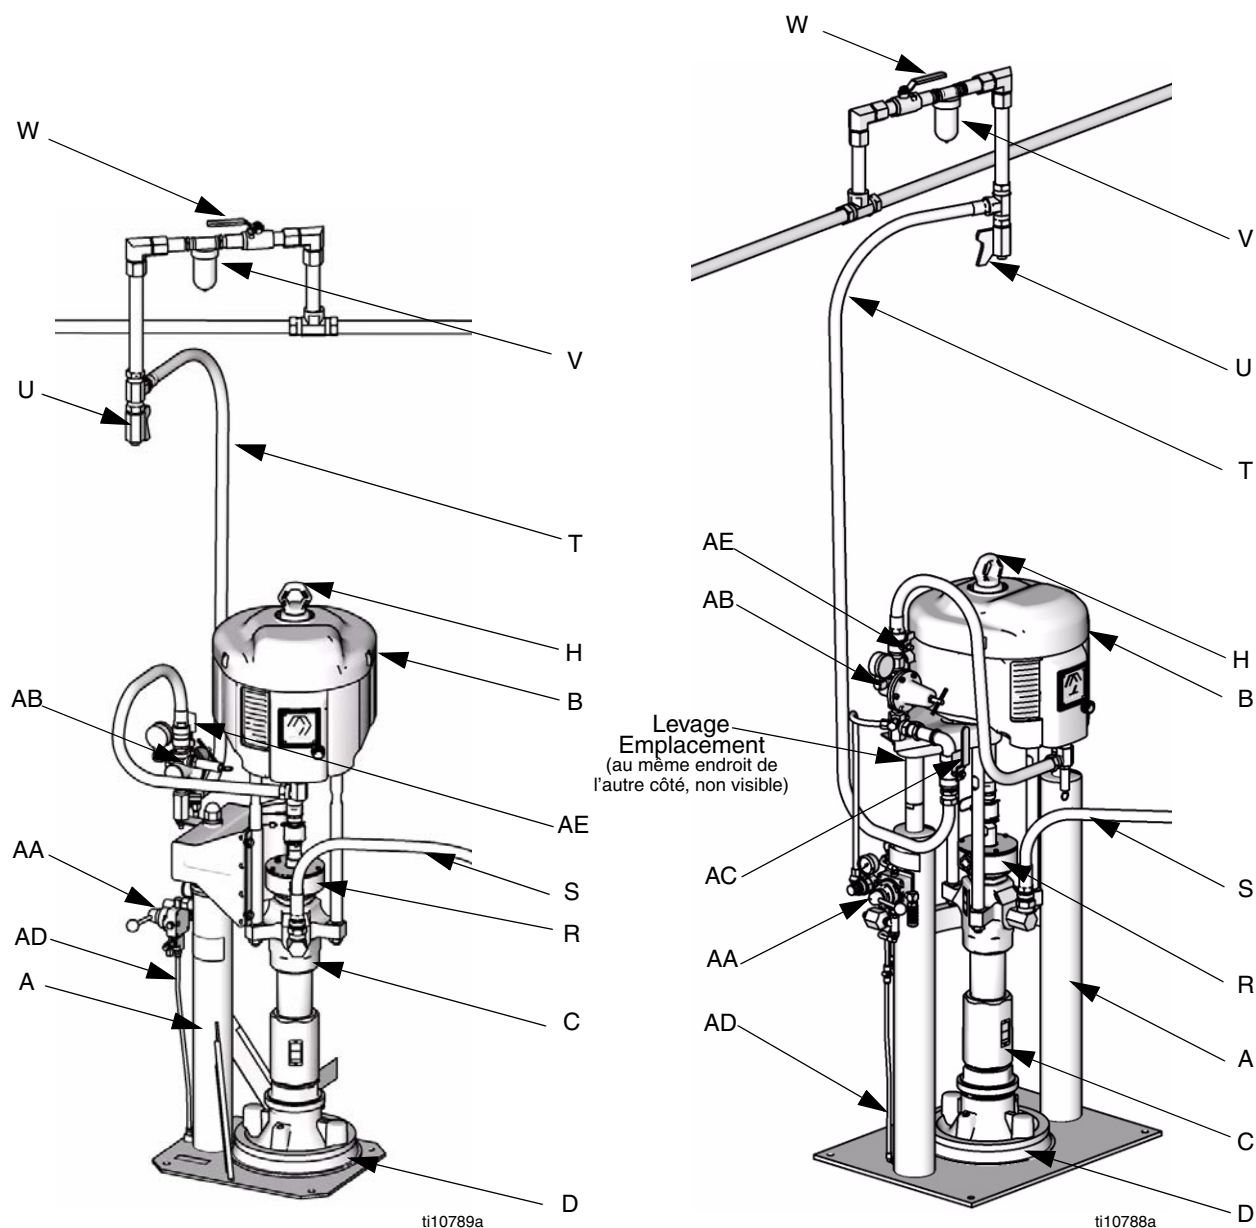
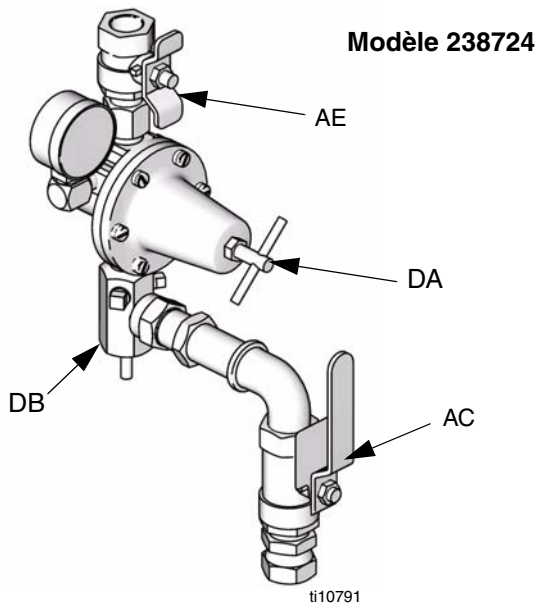
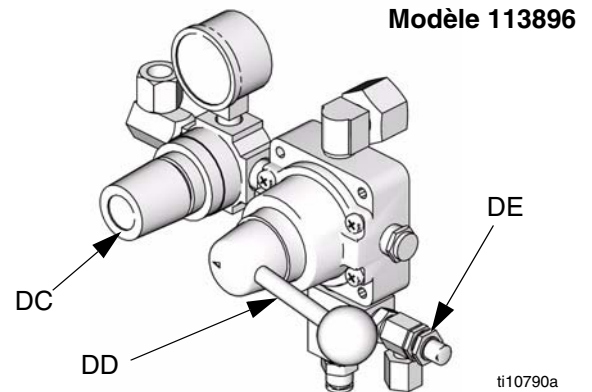

FIG. 5
FIG. 6 : Régulateur d'air
FIG. 7 : Dispositif de régulation d'air de l'élévateur
Voir FIG. 5, FIG. 6 et FIG. 7.
Voir FIG. 5.
- Commandes pneumatiques standard :** Voir FIG. 5 et FIG. 6. Fermer la soupape du moteur pneumatique (AE) et le clapet d'air principal (AC).
8. Ouvrir la valve de purge de la conduite de produit et la vanne de purge de la pompe (P). Tenir un récipient prêt à récupérer le produit d'écoulement.
9. Laissez la vanne de purge de la pompe (P) ouverte jusqu'à ce que vous soyez de nouveau prêt à pulvériser le produit.